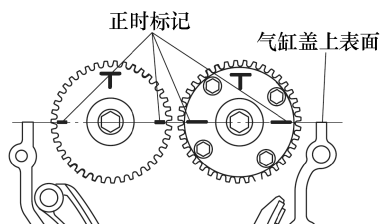
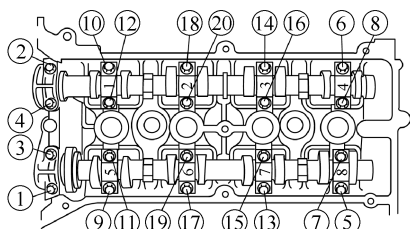

图 5-16 正时链安装标记对齐
图 5-18 拆下凸轮轴盖螺栓
2) 对齐曲轴链轮上的正时标记,从而使它们形成一条直线,并且与气缸盖上水平面对齐,如图 5-16 所示。
2) 用手将螺栓 [M10 或 M6, 长度 25mm (0.98in) 或更大] 插入在右侧的维修孔中，如图 5-16 中所示，直到它在张紧臂上停止为止。然后，将螺栓旋回大约一半，从而使它在张紧臂略微靠前的位置。
② 在正时链条放松时，同时将张紧臂切换到图 5-16 中所示的位置。
③ 用手旋转被安装在前盖上的螺栓(M10 或 M6)，并将它插入到能够锁定张紧臂加强筋内部的位置。
④ 使用扳手在六角形铸件上固定凸轮轴。
⑤ 拆下凸轮轴链轮的安装螺栓。
⑥ 当正时链条偏离位置时，拆下排气侧的正时链轮。
⑦ 按照图 5-18 中数字所示的顺序拧松两到三个通路中的凸轮轴盖安装螺栓，然后拆下凸轮轴盖。